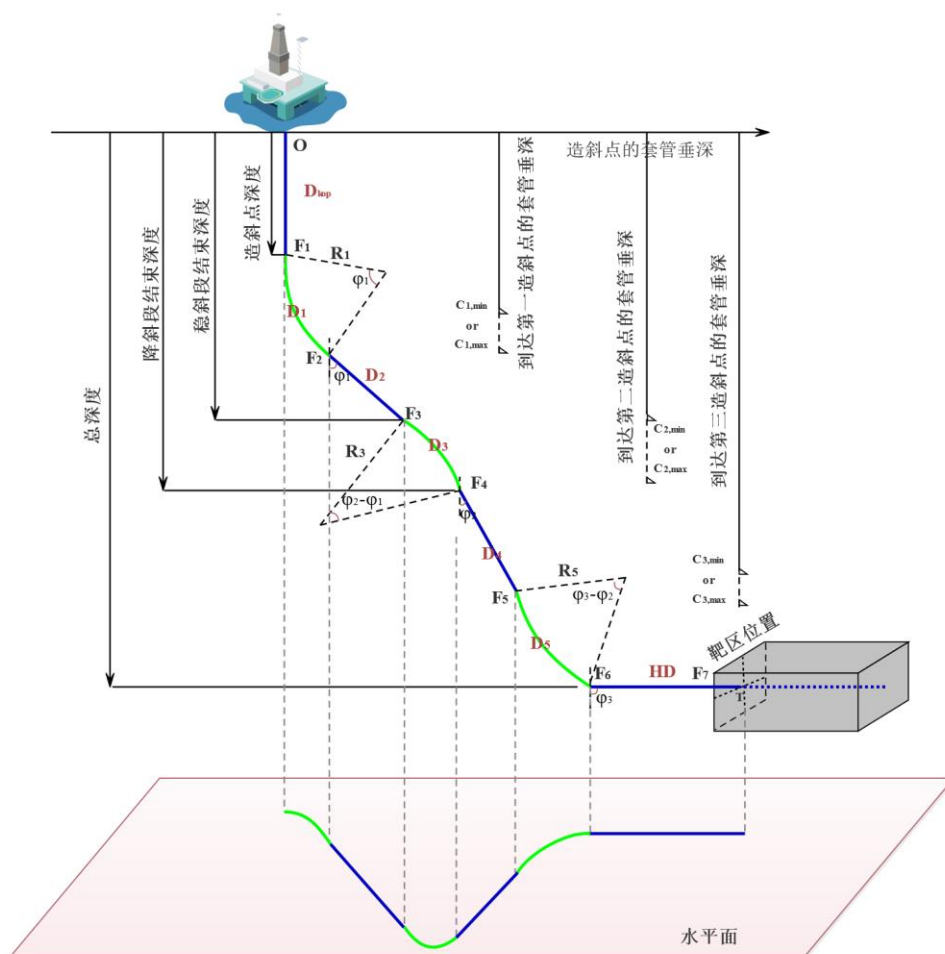

图 1. 七段式井眼轨道设计模型
在井眼轨道设计模型中，设计轨道往往由一些连续的曲线构成。目前常用的复杂水平井的井眼轨道设计模型有“垂直段 + 增斜段 + 稳斜段 + 扭方位段 + 稳斜段 + 增斜段 + 水平段”的七段式井眼轨道设计模型，如图 1 所示。描述井眼轨道的参数可分为基本测斜参数、坐标参数、挠曲参数和工艺参数，基本测斜参数包括井深、井斜角、方位角；坐标参数用来确定轨道上一点的空间位置，在空间直角坐标系下，空间坐标可由北坐标、东坐标和垂深表示；挠曲参数主要指井眼轨道的曲率、挠率等参数；工艺参数是指钻井施工中用来确定井眼轨道的参数，主要包括造斜点、工具造斜率和工具面角。
石油套管是用于支撑油、气井井壁的钢管，以保证完井后整个油井的正常运行。为此，套管坐封点应该位于合适的地层中，以便在固井后为套管鞋提供压力完整性。对于七段式井眼轨道设计模型，套管坐封点限制了井斜角的角度。为此，在设计时需要考虑套管坐封点的影响，如图 1 所示。
- 3、假设靶区窗口为长方形（如图 1 所示），靶心位于窗口中心处。由于测量的影响，井眼轨道定位不可能绝对准确。因此，在问题 2 的基础上，考虑命中率的情况，确定理想的井眼轨道模型。